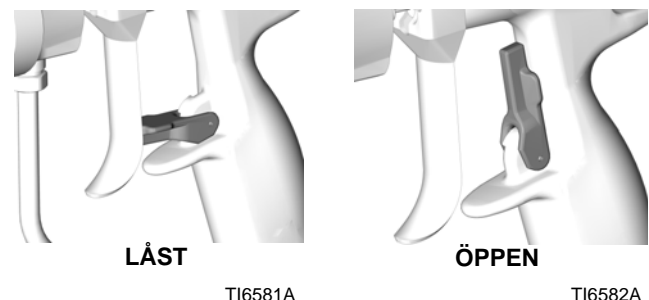

FIG. 13
1. Lås avtryckarspärren. Se FIG. 13.
4. Frigör avtryckarspärren. Se FIG. 13.
7. Lås avtryckarspärren. Se FIG. 13.